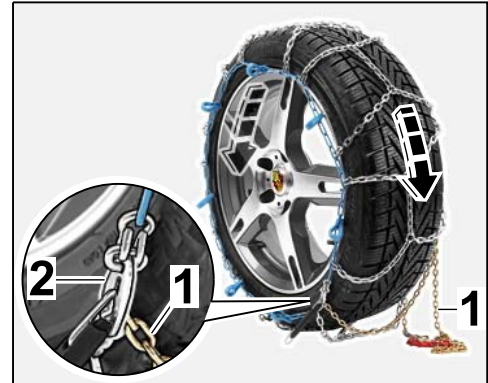

Bild 6
2.2.1 Radumfang ca. 1/6 vor oder zurück fahren (⇒ *Bild 6 -Pfeile-*).
Die Spannkette (⇒ *Bild 6 -1-*) darf **NICHT** unter dem Rad liegen.